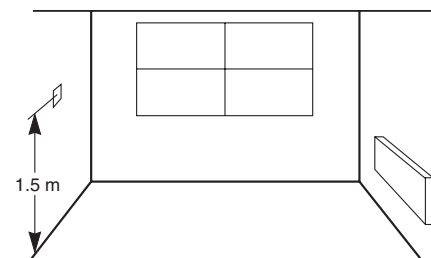

Fig. 5. Sonde d'ambiance.
- sonde d'ambiance (fig. 5) : la fixer à 1,5 m du sol à l'abri des courants d'air et des sources de chaleur (rayons solaires, radiateurs, machines, etc.)